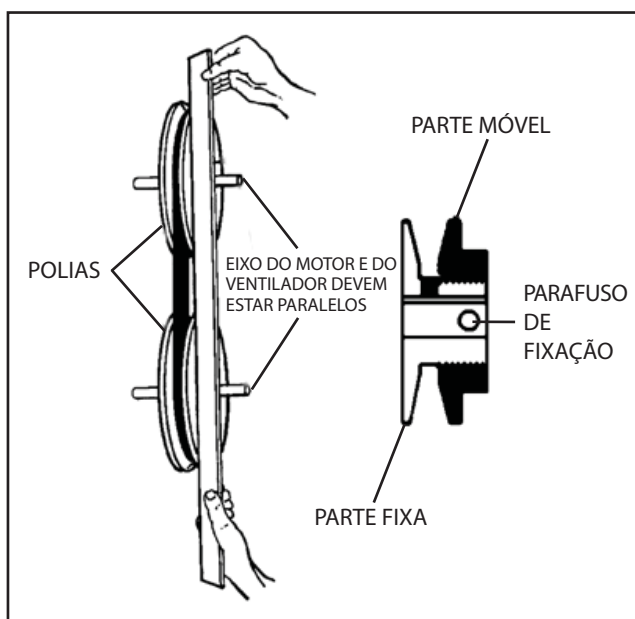

Figura 15 - Ajuste das polias.
- 2º) Afrouxe o parafuso de fixação da parte móvel da polia do motor (veja Figura 15)